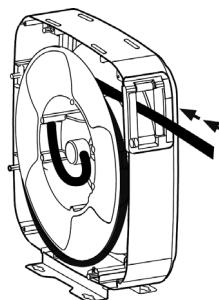

FIG 12.
2. För tillbaka en del av slanggen genom slangstyrningen och ta sedan bort en ögla på rullen (Fig. 12).